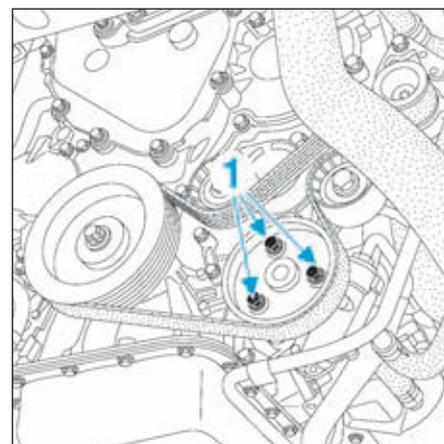

FIG.11
- Débloquer les vis de fixation (1) de la poulie de direction (Fig.11).